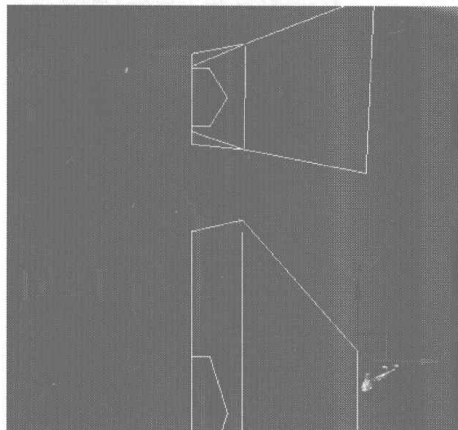

图 6.336
- 07** 选择右侧的面片物体，进入 Create 控制面板，在 Standard Primitives 选项栏中选择 Compound Objects 命令，在 Object Type 卷展栏中单击 **Boolean** 按钮，然后在 Pick Boolean 卷展栏中单击 **Pick Operand B** 按钮，在视图中选择圆柱体进行布尔运算，如图 6.336 所示，并将其转换为可编辑的多边形。